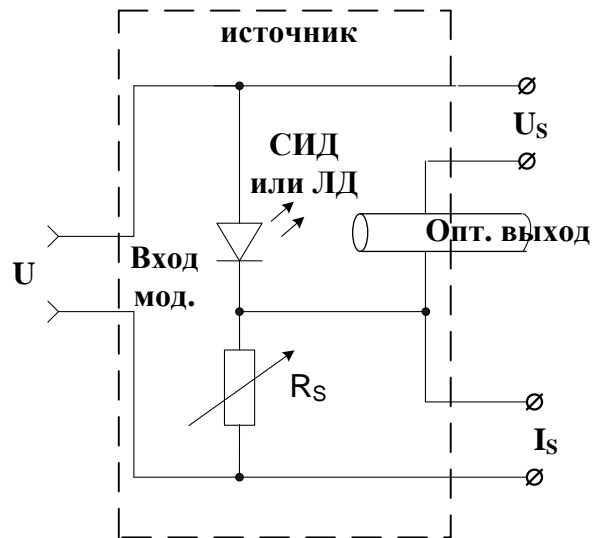

Рис. 2. Схема блока ИИ.
2. В свойствах ИИ установите заданный вариантом тип диода, сопротивление $R_S = 100 \text{ Ом}$ и температуру 30°C (рис. 2).